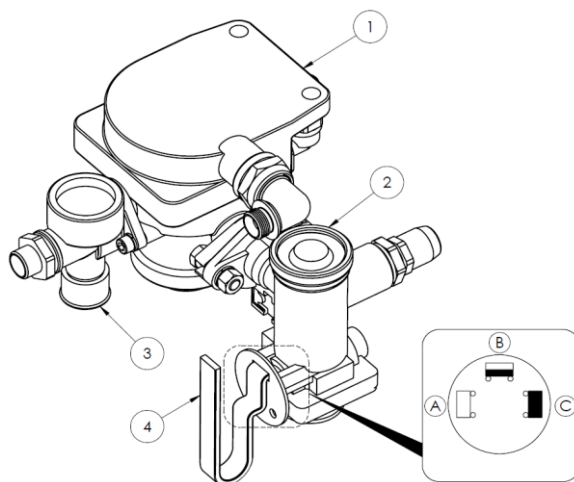

Abbildung 8. Steuerventil und Bremskraftregler für Zweileitungs-Druckluftbremsen
Der Bremskraftregler (Pos. 2) - (Abbildung 8), der im pneumatischen Bremssystem verwendet wird, passt die Bremskraft entsprechend dem Füllstand der Ladekiste an. Die Umschaltung in die entsprechende Betriebsart erfolgt manuell durch Änderung der Position des Hebels (4). Dies wird vom Bediener der Maschine vor Fahrtantritt vorgenommen. Es stehen drei Betriebspositionen zur Verfügung: (A) „UNBELADEN“, (B) „HALBLAST“, (C) „VOLLLAST“.